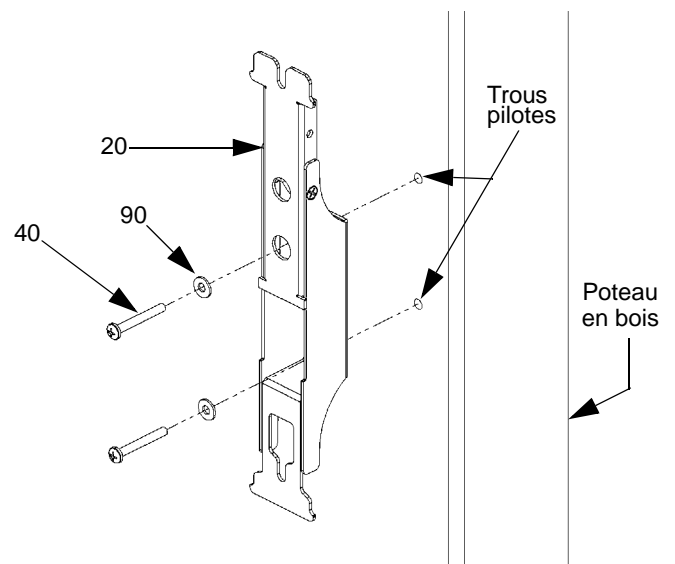

Figure 7. Installer le support mural des haut-parleurs sur le poteau en bois
2. En se servant du support mural de haut-parleur (20) comme gabarit, mettez l'unité à niveau et marquez un repère pour les deux trous d'installation.
3. Percez deux trous pilotes pour ancrer le support mural. Pour percer dans des poteaux en bois, utilisez des mèches de 3 mm (1/8 po) (voir la figure 7).
4. En vous servant des vis à bois n° 10 (40) avec deux rondelles n° 10 (90), installez le support mural au mur.
5. Répétez la procédure pour installer le deuxième support mural de haut-parleur (20).